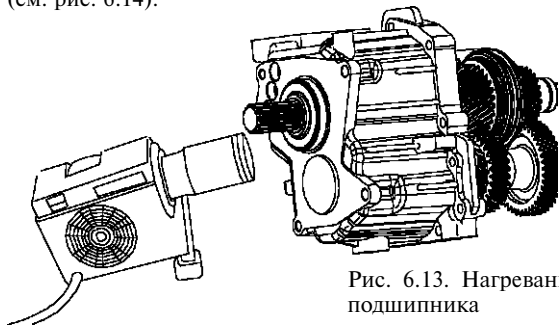

Рис. 6.13. Нагревание подшипника
13. Для демонтажа из заднего картера коробки передач вторичного вала в сборе, промежуточного вала в сборе и штоков нагрейте заднюю стенку картера в районе сдвоенного подшипника при помощи электронагревателя, как показано на рис. 6.13.